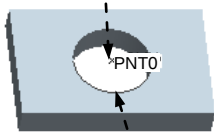

图 5.19.25 过中心点创建基准点
如图 5.19.25 所示，现需要在模型上表面的孔的圆心处创建一个基准点 PNT1，操作步骤如下：
Step3. 如图 5.19.25 所示，选取模型上表面的孔边线。